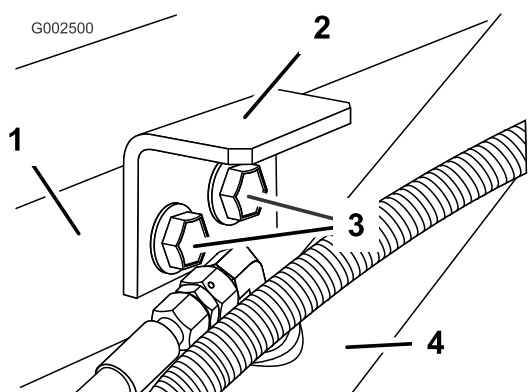

Figura 8
3. Instale os suportes de fixação utilizando os 2 parafusos e porcas flangeadas anteriormente retirados (Figura 8).